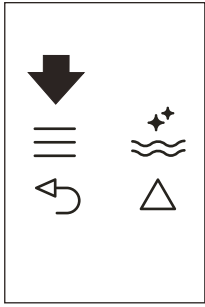
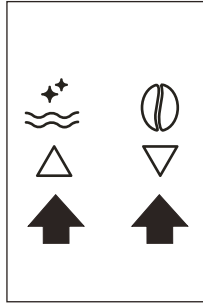

Fig. 22
Fig. 9
- Pulse el icono ≡ (B2) para entrar en el menú (Fig. 22), luego pulse los iconos △ ▽ (B7) y (B8) (Fig. 9) hasta que aparezca el mensaje "PROGRAM CAPPUCCINO" (programar capuccino).